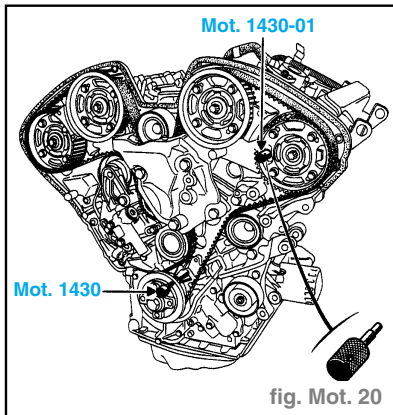

fig. Mot. 20
- Mettre en place la pige **Mot. 1430** de calage du vilebrequin. (fig. Mot. 20)